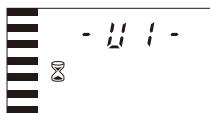

图1A
- U1罐运行，U2罐闲置显示：图1A/1B/1C/1D每隔5秒循环显示；